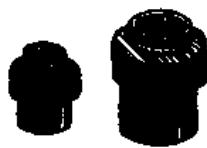

图 2-36 软管接头
(3) 软管接头 又称蛇皮管接头,专供金属软管与电气设备的连接之用。接头用工程塑料聚酰胺(尼龙)塑制而成,其一端与同规格的金属软管相配合,另一端为外螺纹,可与螺纹规格相同的电气设备、管路接头箱等连接,外形如图 2-36 所示。